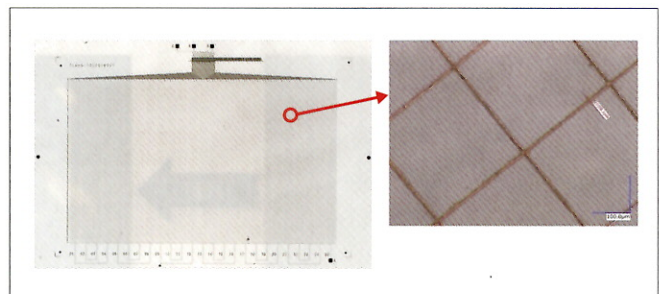

図5 電気印刷した細線 (10 μ m) の電気回路
- ①細線 (10 μ m幅) の電気回路が印刷できる (図5)